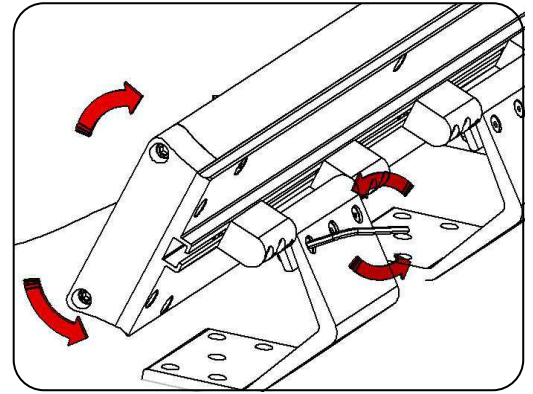

Fig. 4
F. Direct the projector as required. To do so, loosen the 6 screws indicated in figure 4, place the projector in the required position and tighten the screws.
F. Orientez le projecteur en fonction de vos besoins ; pour ce faire, dévissez les 6 vis signalées sur la figure 4, posez-les sur la position voulue, puis refixez de nouveau les vis.